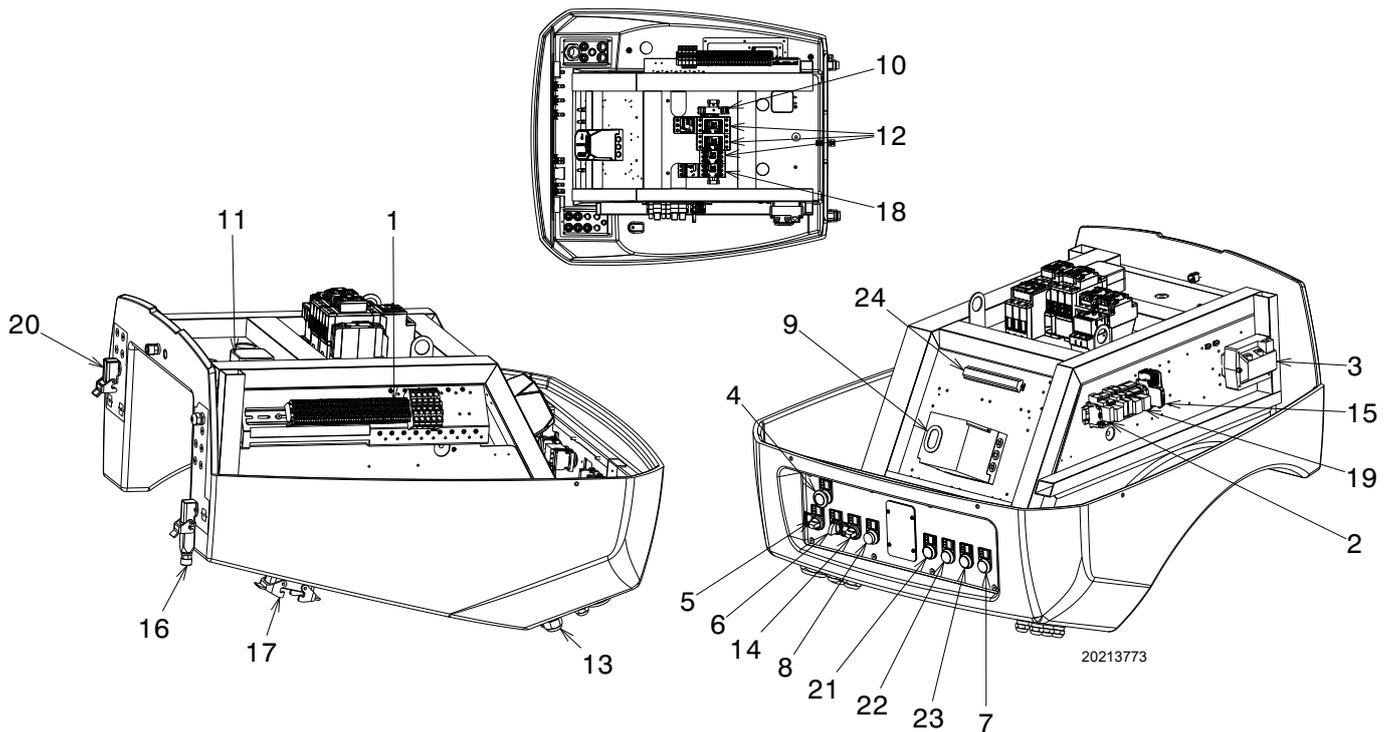

Abb. 5
- **Störabschaltung des Geräts:** Das Aufleuchten der Taste des Steuergeräts 9)(Abb. 5) und der Leuchttaste 8) weist darauf hin, dass eine Störabschaltung des Brenners erfolgt ist.